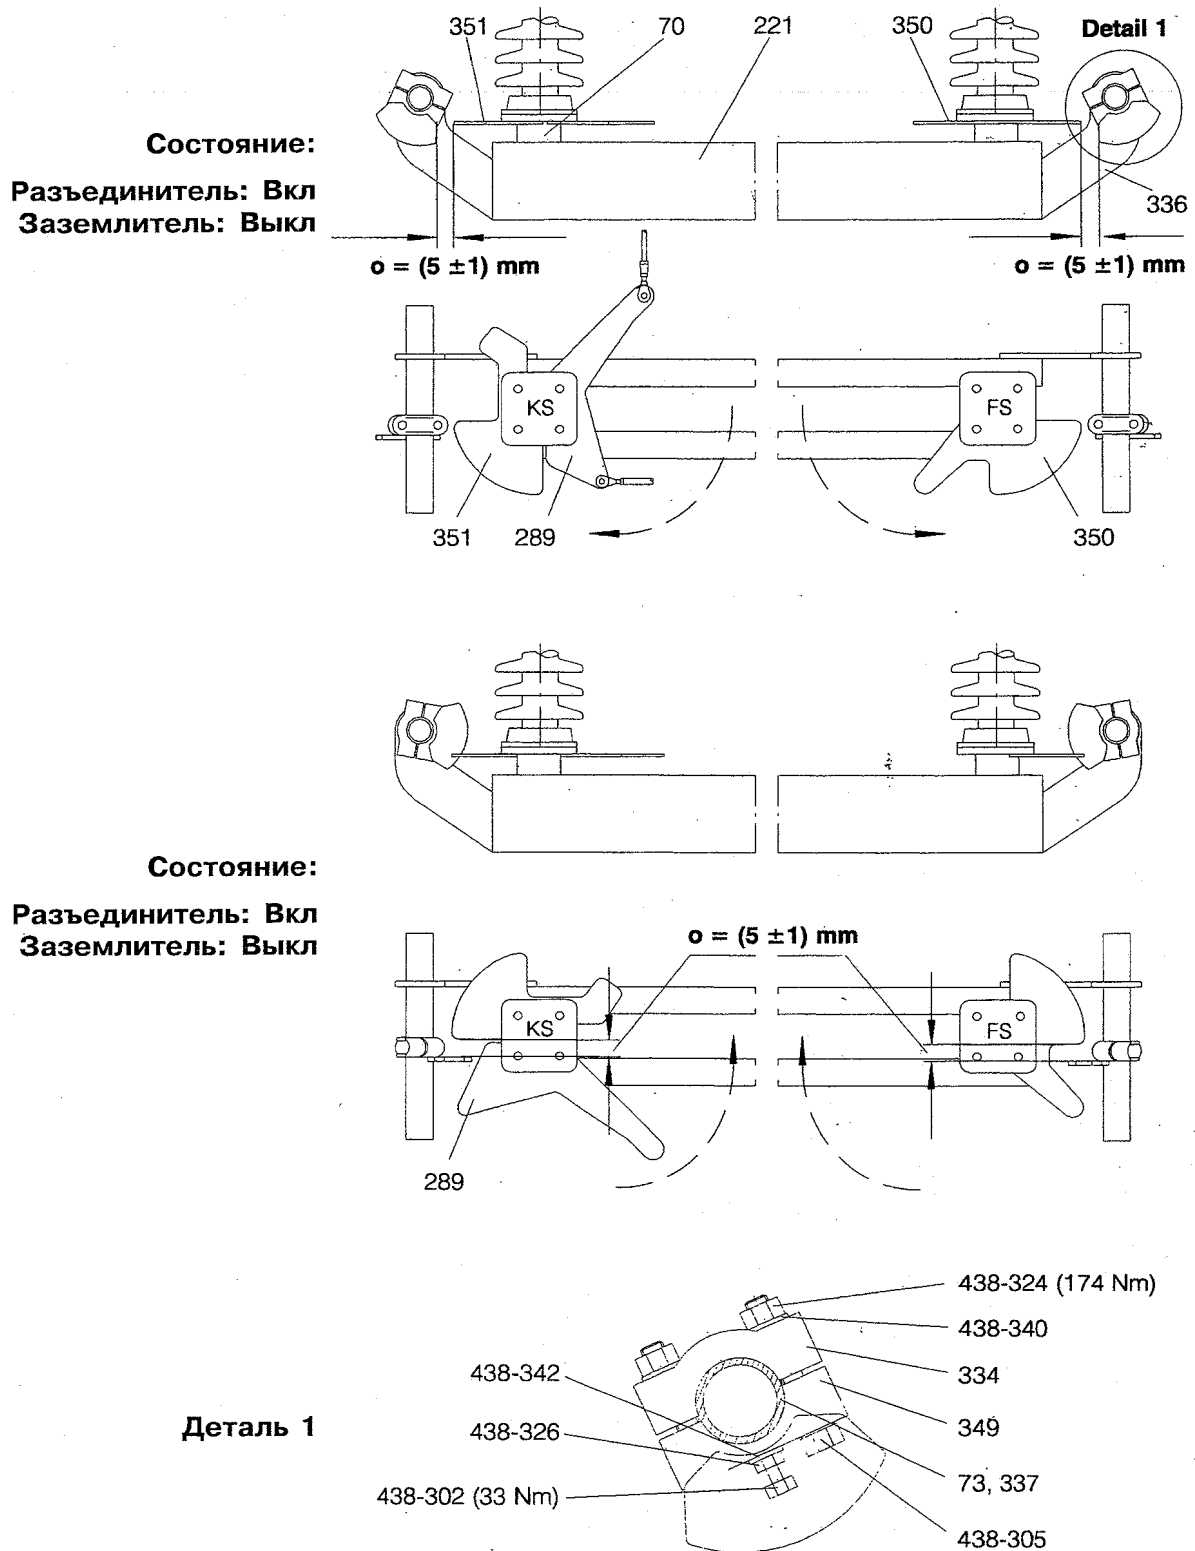

Рисунок 65: Установка змеханической блокировки. Регулировка размеров механической блокировки между разъединителем и заземлителем
1. Установите блокирующий сегмент (349) с зажимной крышкой (334) на валу заземлителя (337 или 73) при параллельном расположении или последовательном расположении полюсов разъединителя — Рис. 65
4. Переведите заземлитель вручную в положение «Включено», сохраняя достаточное расстояние между блокирующим рычагом (350, 351) и опорой заземлителя (336) — Рис. 65
5. Затяните блокировочный винт в блокирующем сегменте (349) и застопорите стопорной гайкой — Рис. 65